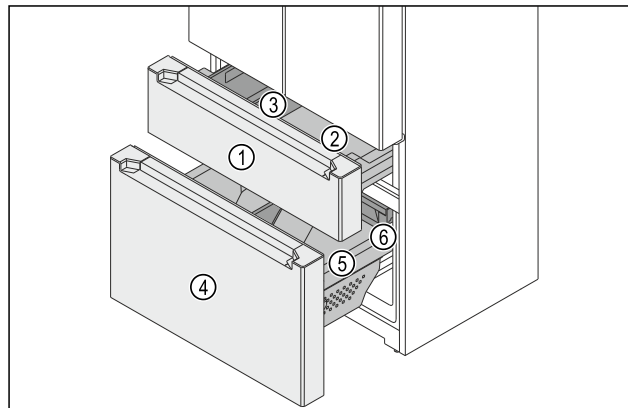

Fig. 140 Висувний візок морозильника
- (1) Верхній висувний візок
- (2) Контейнер
- (3) FlexBox
- (4) Нижній висувний візок
- (5) Контейнер
- (6) Висувний ящик
Морозильник складається з двох висувних візків. У верхньому висувному візку Fig. 140 (1) містяться контейнер Fig. 140 (2) і FlexBox Fig. 140 (3). У нижньому висувному візку Fig. 140 (4) містяться великий контейнер Fig. 140 (5) і висувний ящик Fig. 140 (6). Контейнери у верхньому й нижньому висувних візках можна знімати для очищення.